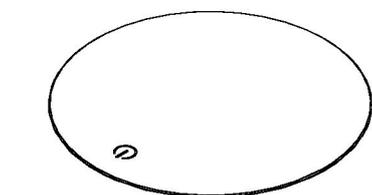

Рисунок 2
2. Установите крышку на модуль очистки воздуха. (рисунок 2)